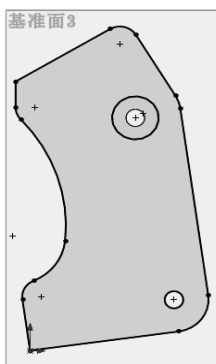

图 1-48 绘制草图 4
**11** 绘制草图 4。在左侧的“FeatureManager 设计树”中用鼠标选择“基准面 3”作为绘制图形的基准面。单击“草图”控制面板中的“实体引用”按钮, 绘制图 1-48 所示的草图。